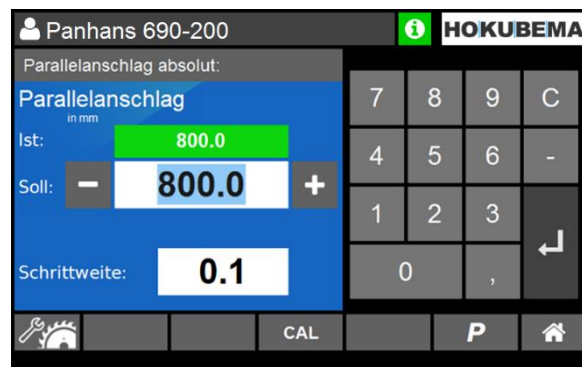

Abbildung 34: Parallelanschlag verfahren
1. Um den Parallelanschlag abklappen zu können wählen Sie das Symbol **P** (siehe ⇒ Abbildung 34).
1. Um den Parallelanschlag zu kalibrieren, wählen Sie das Symbol **CAL** (siehe ⇒ Abbildung 34).
1. Um den Offsetwert eingeben zu können drücken Sie das Symbol  (⇒ Abbildung 34).